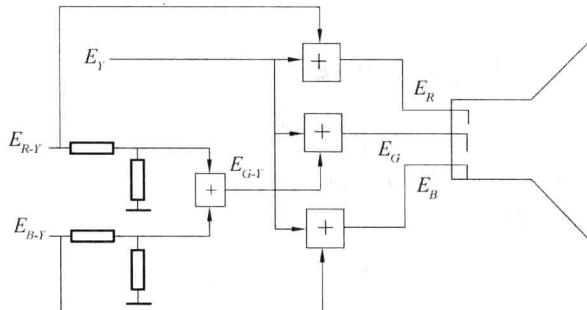

图 1-5 还原三基色信号矩阵电路
(3) 接收端的还原过程: 在接收端也用一个矩阵电路从 E_Y, E_{R-Y}, E_{B-Y} 中还原出 E_R, E_G, E_B 三基色信号, 如图 1-5 所示。